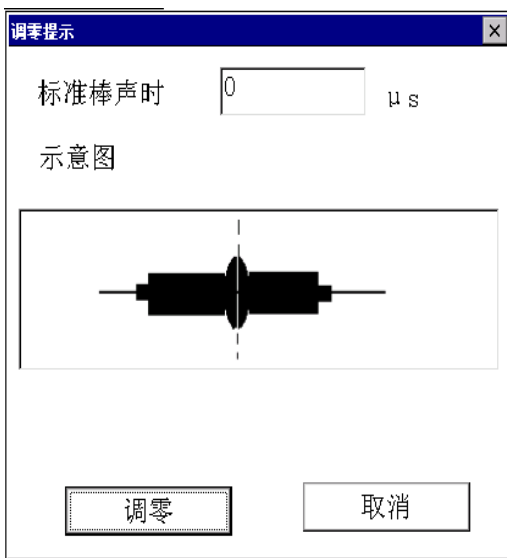

图 3.9 调零对话框
- 1) 点击参数界面的调零按钮，弹出图 3.9 所示对话框，输入标准声时（若使用标准棒进行调零，则输入标准棒的标准声时值；若直接耦合换能器进行调零，则输入 0）。